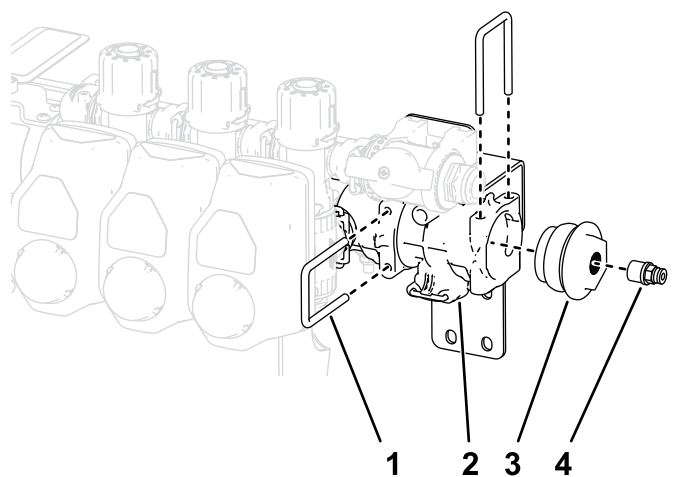

Bild 30
9. Entfernen Sie den Arretierbügel, mit der der Anschlussstückdeckel und die Kupplung befestigt sind, vom Ende des Ventilabschnitts (Bild 30).